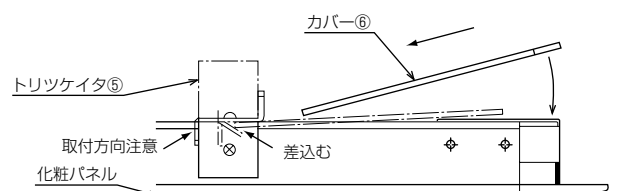

図7
- トリツケイタの曲げ部にカバー⑥を差し込み、カバー⑥を化粧パネルに取付けてください。(図7)